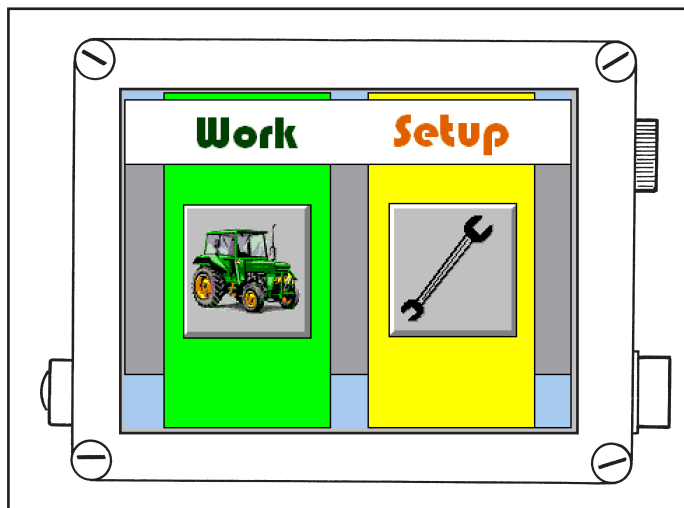

Fig. 1
- Pulsantiera di comando (Fig. 1)
- Control push-button panel (Fig. 1)
- Panneau de commande (Fig. 1)
- Panel de mandos (Fig. 1)